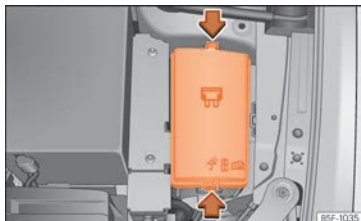

Fig. 107 Nel vano motore: coperchio della scatola dei fusibili.
- Premere le linguette di blocco per sbloccare il coperchio della scatola dei fusibili »» **fig. 107**.